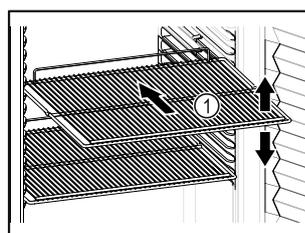

Fig. 61 Immagine a titolo di esempio
- Se è possibile spostare i ripiani *Fig. 61 (1)*, regolarli in altezza.